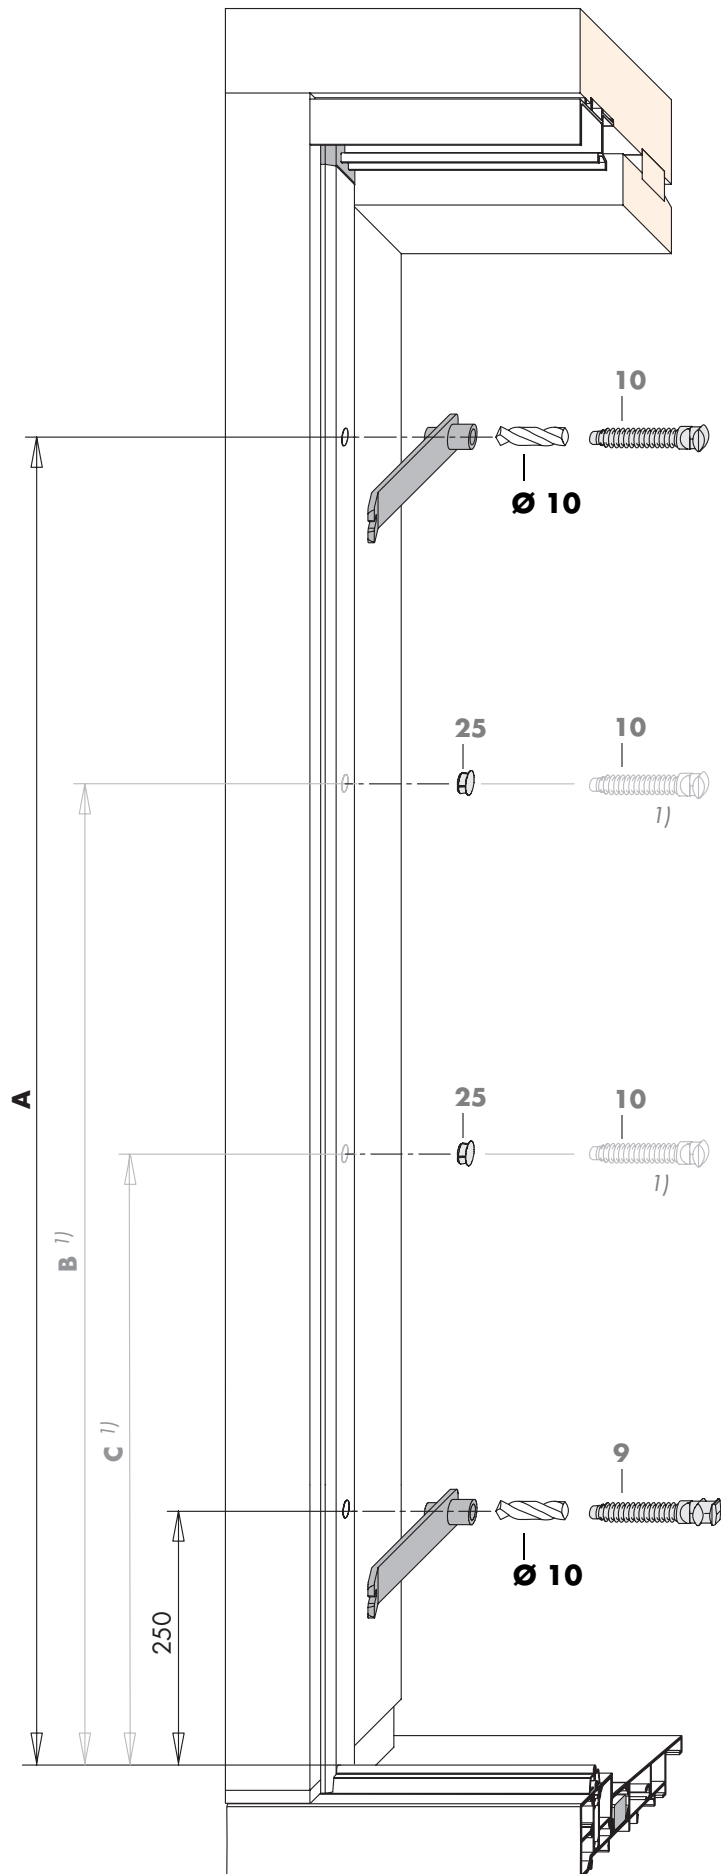

Bild 10
- Löcher für Riegelbolzen (9 und 10) mit Bohrer $\varnothing 10$ mm vorbohren. Dazu Lehre für Riegelbolzen verwenden (Bild 10).
- Verschlusskappen (25) in nicht verwendete Riegelbolzen Öffnungen eindrücken. (Bild 10).